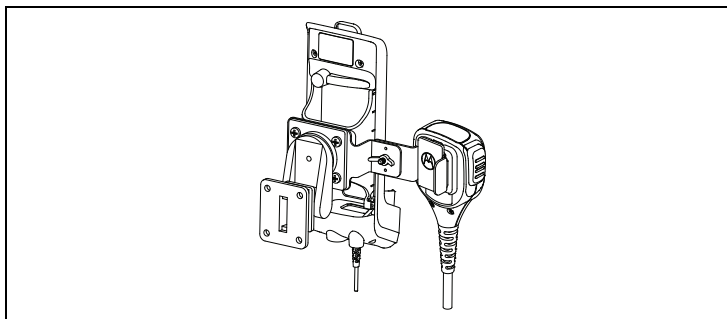

Figura 2: Fixar o RSM no suporte
8. O suporte de RSM permite que o utilizador fixe o RSM como indicado na Figura 2 abaixo.